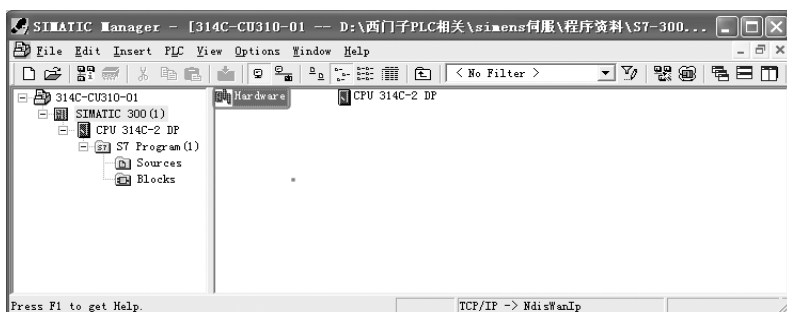

图 11-47 新建项目
(3) S7-300 PLC 的硬件组态
① 新建项目，并进行硬件组态。新建项目，命名为“314C-CU310-01”，如图 11-47 所示。